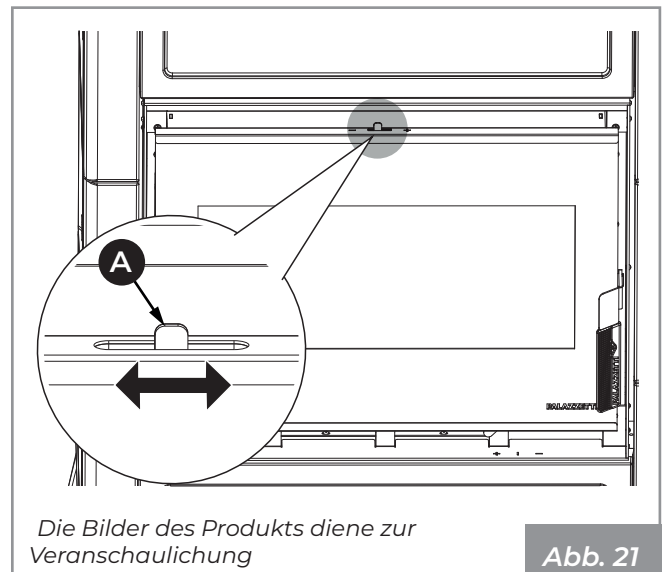

Abb. 21
Die Verbrennung wird über den Luftregler (A) geregelt (Abb. 21). Wenn man ihn in Richtung des Symbols (+) oder (-) dreht, erhält man einen höheren oder niedrigeren Brennluftstrom und damit eine schnellere oder langsamere Verbrennung.
Während des Betriebs des Kamins kann die Reinigung der Keramikgläser über den Regelhebel (A) gefördert werden (Abb. 21), ohne dass die Tür geöffnet werden muss.